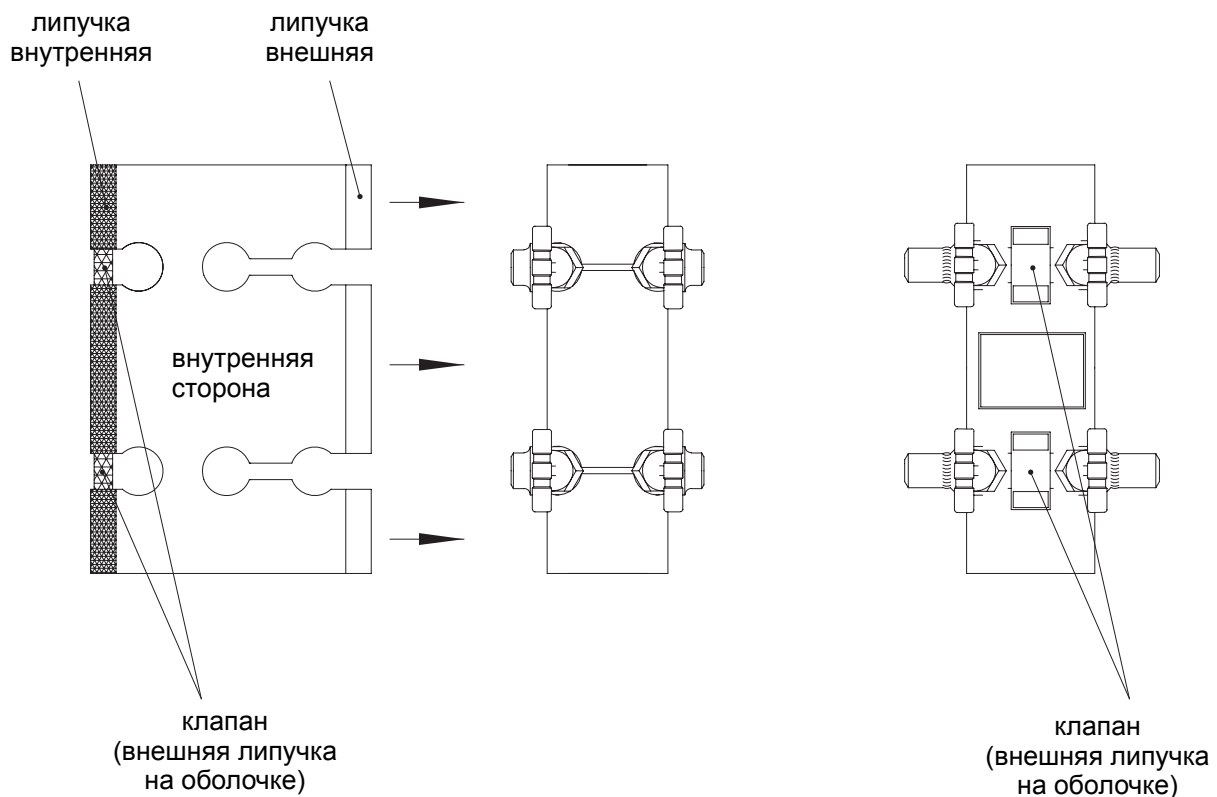

рис. 7: оболочка
- Вставьте оболочку (рис. 7) между несущей конструкцией и CODI®, на который уже установлена базовая изоляция.